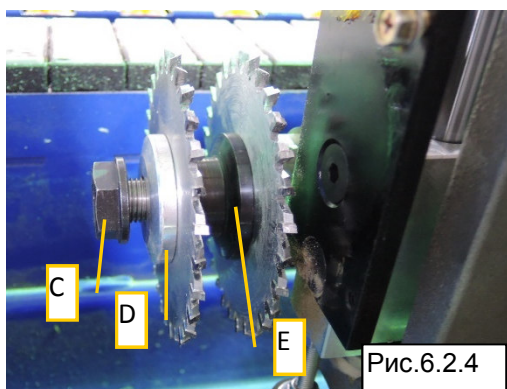

Рис.6.2.4
4. С помощью гаечного ключа ослабьте гайку C и поочередно снимите старый пильный диск, фланец D, распорное кольцо E и второй пильный диск (Рис. 6.2.4).
ПРИМЕЧАНИЕ: запомните ориентацию фланца D и распорного кольца E (Рис. 6.2.4).
5. Установите новый пильный диск, распорное кольцо E, второй пильный диск, фланец D и зафиксируйте их положение с помощью гайки B (Рис. 6.2.4).
ПРИМЕЧАНИЕ: при установке соблюдайте правильную ориентацию фланца D и распорного кольца E (Рис. 6.2.4).